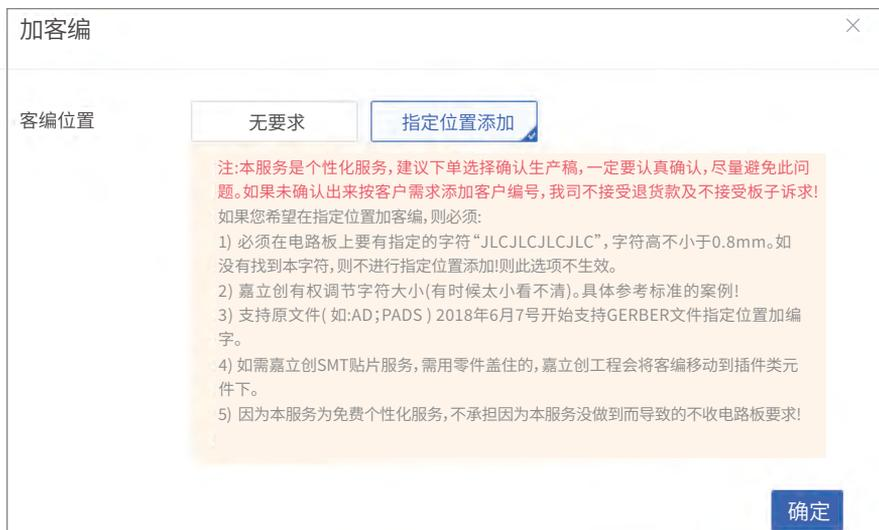

图 7-17 嘉立创 PCB 下单系统“指定位置添加”客户编号注意事项
(1) 添加客户编号：客户可在嘉立创下单系统中选择“指定位置添加”或“随机添加”。若选择“指定位置添加”，则需勾选该选项，并在设计稿的字符层中指定位置添加“JLCJLCJLCJLC”字样的字符标识，以便嘉立创工程师准确定位。嘉立创 PCB 下单系统“指定位置添加”客户编号注意事项如图 7-17 所示。